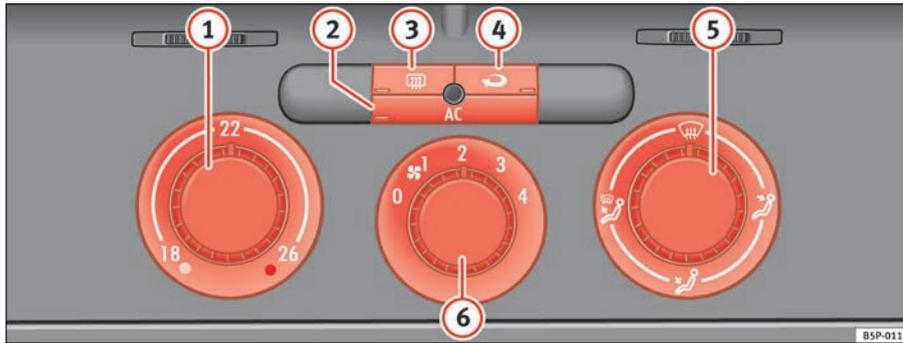

Abb. 129 In der Instrumententafel: Bedienelemente der Climatic
- Mit den Reglern ⇒ Abb. 129 **1** und **5** und mit dem Schalter **6** stellen Sie die Temperatur, die Luftverteilung und die Gebläsestufe ein.
- Schalten Sie die Klimaanlage mit der Taste ⇒ Seite 157, Abb. 129  ein.